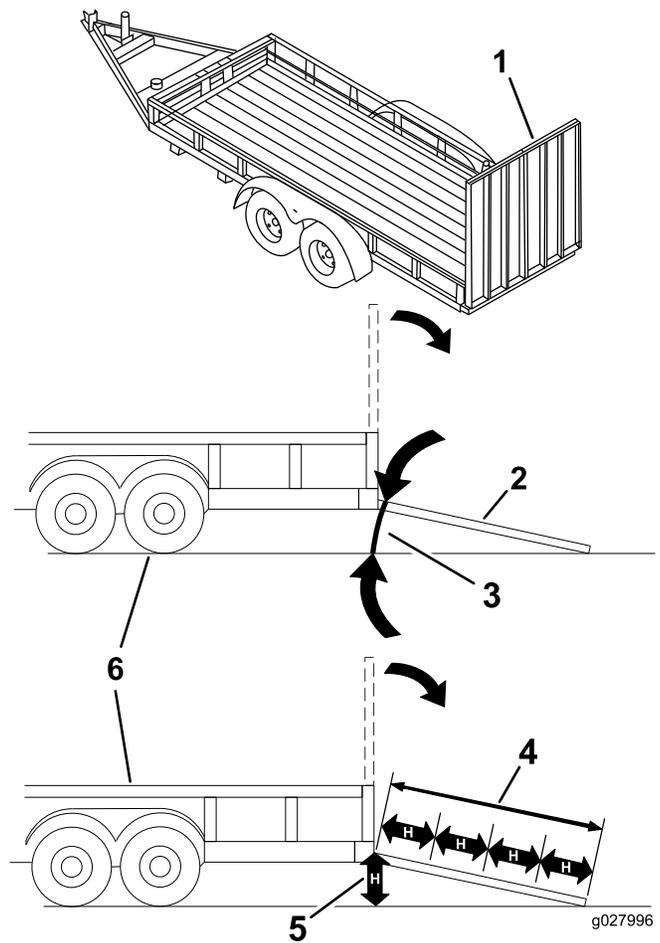

図 17
マシンをトレーラなどに搭載する作業は、機体を転倒させる危険をはらんでおり、万一そのような事故が起こると死亡事故など重大な人身事故となる図 17。
3. ランプ板を下ろす 図 17。
1. ランプ板を下ろす 図 17。